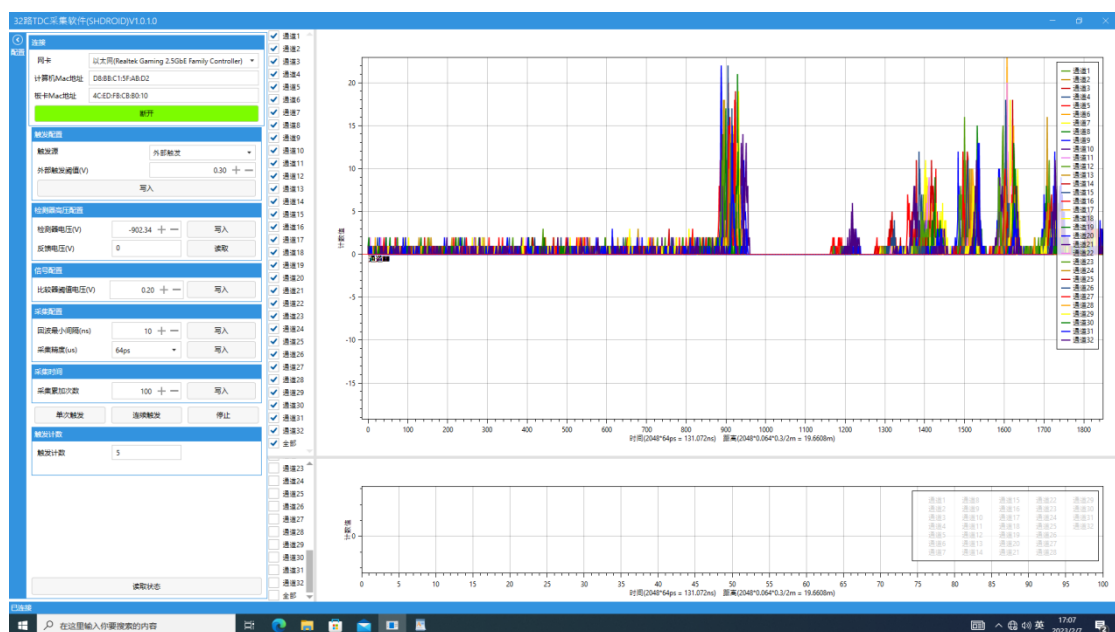

图 13 软件界面
1.6.2 选择全部则将 32 个的通道的数据全部展现，也可以根据自己的需求选择要查看的通道。如图 13 所示。